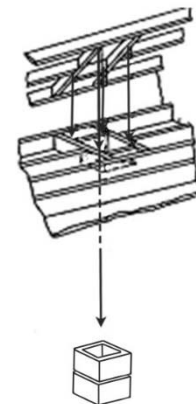

Figure 21. Pénétration du toit
F. Mesurez de tous les côtés du clou et marquez l'ouverture requise, puis découpez un trou dans le toit. N'oubliez pas que le trou est mesuré sur l'horizontale, puis projeté sur le toit. Le trou peut donc être plus grand, en fonction de la pente du toit. Voir la figure 21.
E. Mesurez de tous les côtés du clou et marquez l'ouverture requise, puis découpez un trou dans le toit. Rappelez-vous que le trou est mesuré sur l'horizontale, puis projeté sur le toit. Le trou peut donc être plus grand, en fonction de la pente du toit. Voir la figure 21.